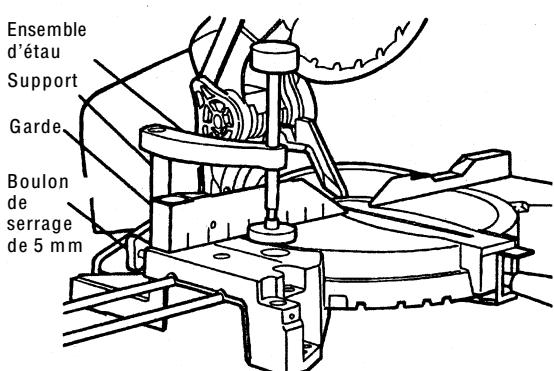

Fig. 19
- (2) L'ensemble d'étau pourra être monté sur la garde gauche ou sur la garde droite, et il pourra être relevé ou abaissé en fonction de la hauteur de la pièce.
- ① Insérer le support de l'ensemble d'étau dans l'orifice situé sur la garde gauche ou sur la garde droite.
- ② Puis, visser le boulon de serrage de 5 mm comme indiqué à la Fig. 19.